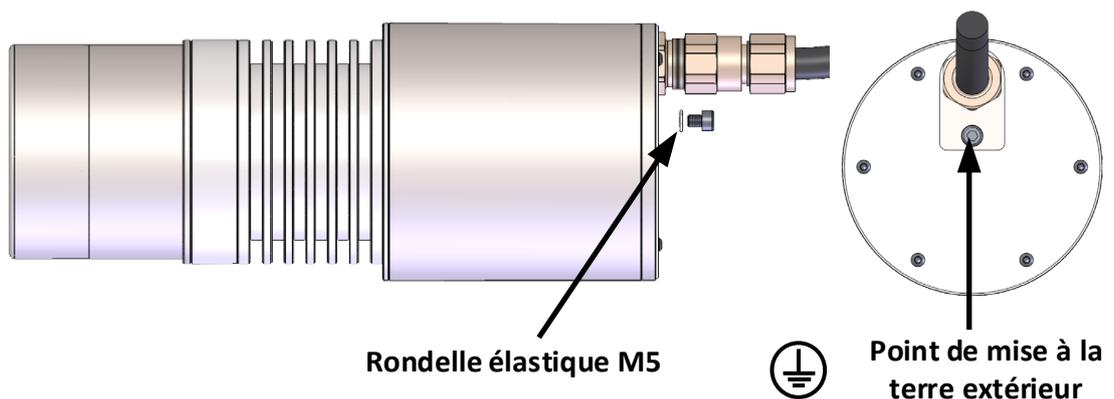

Figure 4 : Point de mise à la terre extérieur
- Veillez à ce que la sonde, les composants de fixation et le boîtier soient bien mis à la terre. La sonde doit être mise à la terre en utilisant un conducteur $\geq 4 \text{ mm}^2$ (11 AWG). La rondelle élastique M5 fournie doit être utilisée lors de la connexion du câble de mise à la terre (Figure 4).